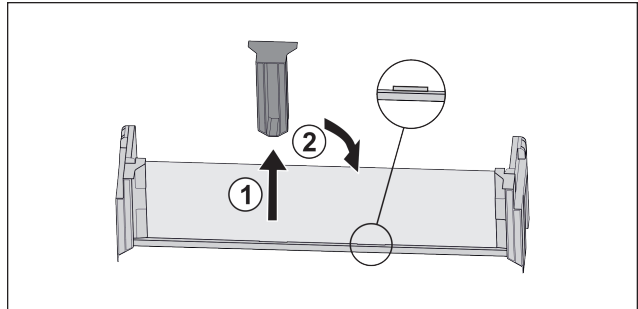

Fig. 17
- ▶ Orta tutma parçasını çekerek çıkarın Fig. 17 (1).
- ▶ Orta tutma parçasını ikinci pozisyona yerleştirin Fig. 17 (2).